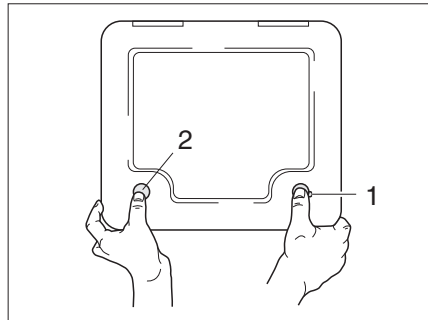

Fig. 14 Sportello esterno cassetta Thetford con magnete
- ▶ Inserire la chiave nel cilindro della serratura a pressione (Fig. 14,1) e ruotare di un quarto di giro.
- ▶ Con i pollici premere contemporaneamente la serratura a pressione (Fig. 14,1) e il pulsante magnetico (Fig. 14,2) e aprire lo sportello esterno.
Lo sportello esterno (Fig. 14) viene tenuto a contatto della parete esterna del campervan dal pulsante magnetico (Fig. 14,2).
- ▶ Inserire la chiave nel cilindro della serratura (Fig. 14,1) e ruotare di un quarto di giro.